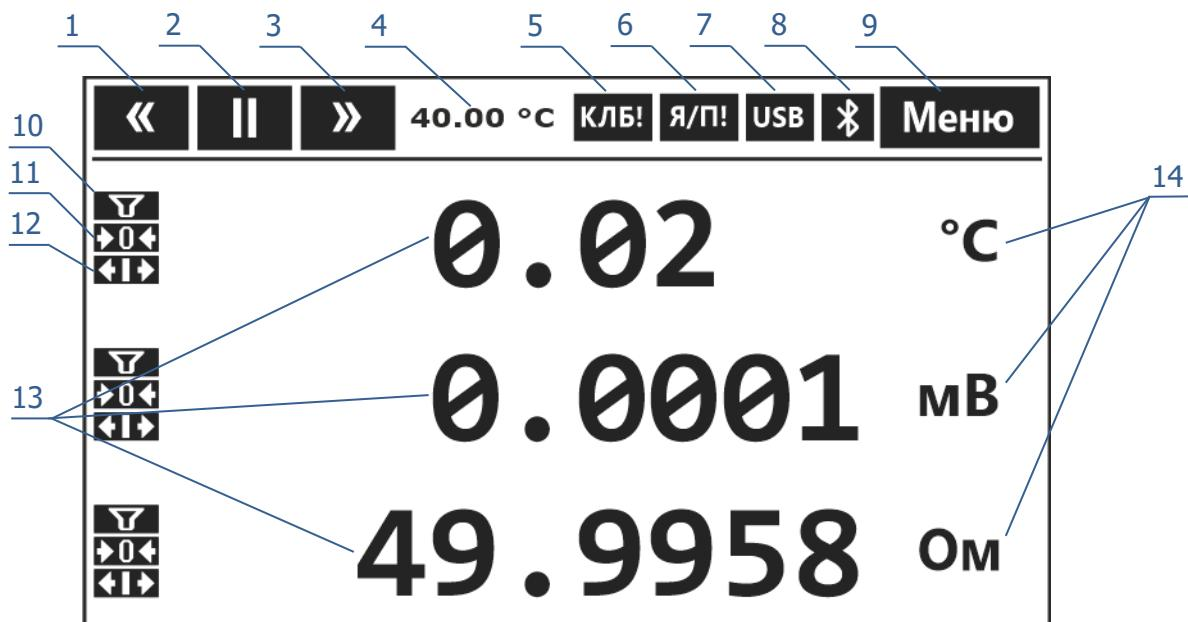
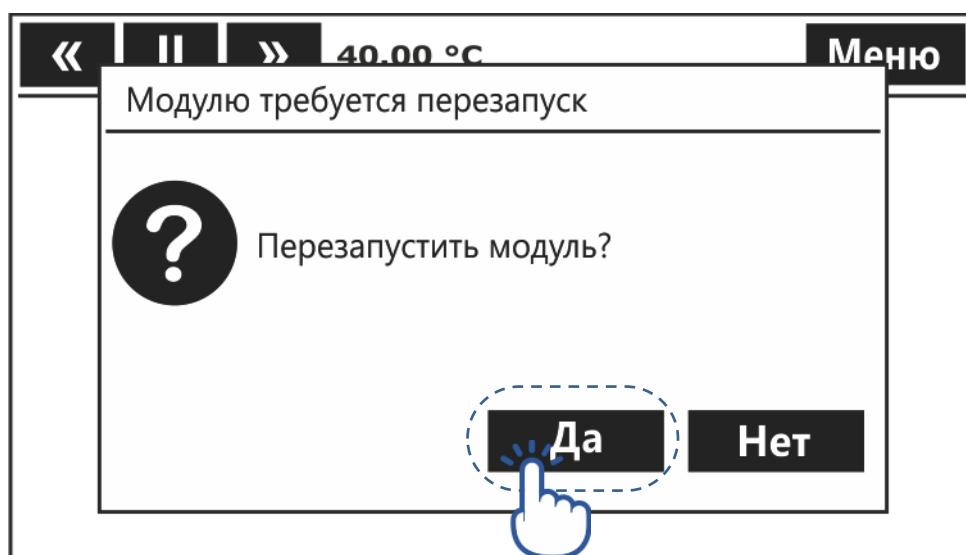

Рисунок 6 — Вид главного окна
Рисунок 10 — Подтверждение перезапуска измерительного модуля
3.4.2 Для входа в Меню нажать кнопку 9 (рисунок 6). При этом на дисплее раскроется список пунктов меню (рисунок 7).
4.3.7 Для выхода термостатов измерительных модулей на режим $(40.00 \pm 0.03) ^\circ\text{C}$, прогреть термометр в течение 30 минут. Значение температуры термостата текущего модуля отображается в позиции 4 (рисунок 6).
4.4.1 На дисплее термометра отображается измерительная информация текущего модуля, номер которого отображается в позиции 2 (рисунок 6).
4.4.2 Для переключения на предыдущий или следующий измерительный модуль нажать кнопки 1 или 3 (рисунок 6) соответственно.
4.5.1 В случае «зависания» измерительного модуля его можно перезапустить, нажав кнопку 2 (рисунок 6). В появившемся окне нажать кнопку "Да" для подтверждения действия или "Нет" для отмены (рисунок 10).
4.6.2 В случае повреждения заводской градиуровки модуля (при сбое в энергонезависимой памяти) отображается индикатор 5 (рисунок 6). Измерительный модуль не обеспечивает заявленные метрологические характеристики, при этом необходима градиуровка модуля на предприятии-изготовителе, после которой индикатор 5 будет сброшен.
4.7.1 Если в настройках канала выбран датчик, то в позиции 13 (рисунок 6) отображается значение температуры.
4.7.2 Для отображения на дисплее соответствующей измеряемой величины, нажать на размерность (элемент 14 рисунок 6). При этом измеряемая величина отобразится на фоне другого цвета, как показано на рисунке 11.
4.7.3 Для возврата к отображению температуры, нажать на размерность (элемент 14 рисунок 6) повторно.
4.8.5 Если фильтрация включена, то в позиции 10 (рисунок 6) отображается индикатор фильтрации. Индикатор горит непрерывно, если фильтр находится в установленвшемся режиме, и мигает, если переходный процесс в фильтре еще не завершен.